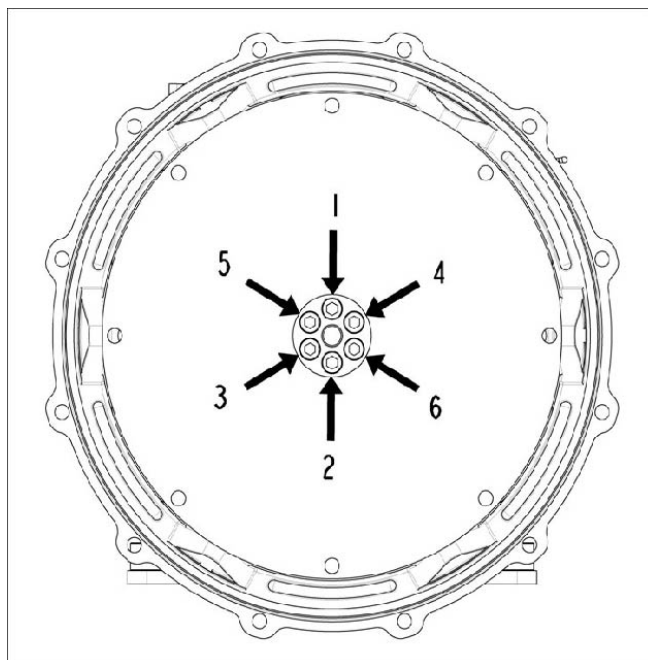

РИС. 10. ПОСЛЕДОВАТЕЛЬНОСТЬ КРЕПЛЕНИЯ К СТУПИЦЕ
4. При необходимости затяните болты дисков муфты, соблюдая последовательность, указанную в Рис. 10 на стр. 29. Момент затяжки указан в Глава 8 на стр. 53.